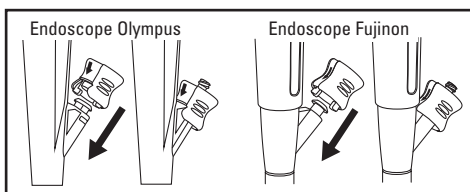

Figure 3.
| Figure 3..... | 21 |
2. S'assurer que la flèche sur l'adaptateur est alignée sur l'endoscope. Fixer l'adaptateur sur le canal interventionnel de l'endoscope (figure 3). Vérifier que l'adaptateur est fermement attaché au canal interventionnel.